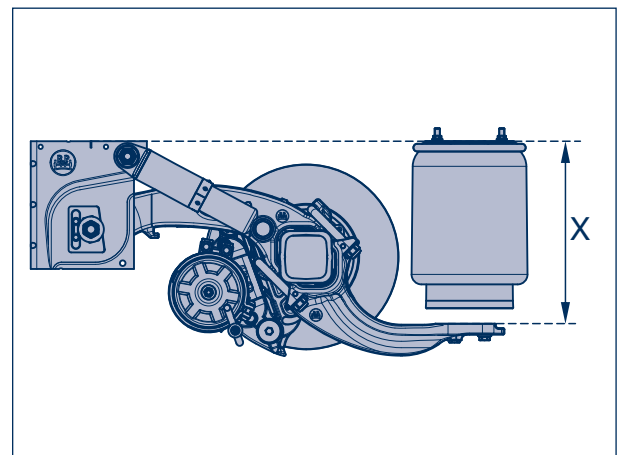

Bild 8
Während des Schraubvorgangs immer wieder gewährleisten, dass der Freiraum zwischen den Federbügeln und den Achskörperradien, sowie die Position der Gussteile (Führungslenker und Balgträger) auf dem Achskörper (Farbmarkierungen, Bild 8) erhalten bleibt.
- [16] Das Abstandsmaß X (Bild 8) messen. Dieses muss mit dem festgehaltenen Wert aus Arbeitsschritt [2] übereinstimmen. Toleranz +/- 1 mm.